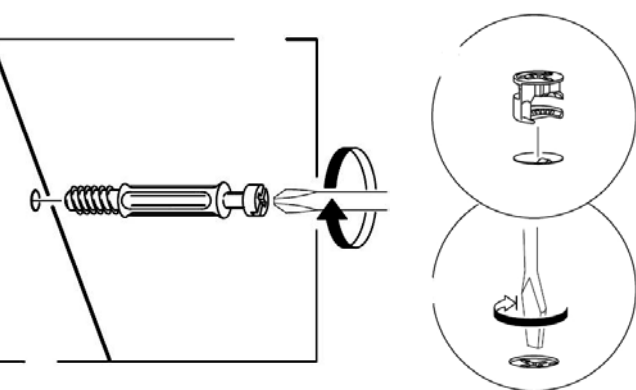
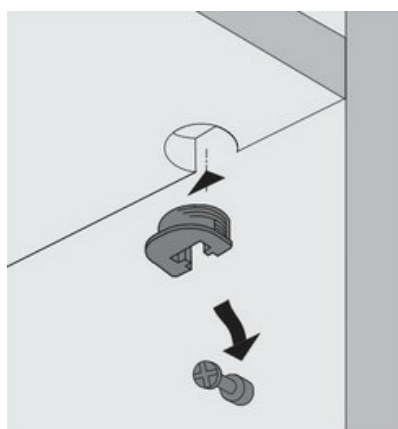

Рис. 1
Рис. 2
1. В верхний щит (23), нижний щит (24), планки цокольные (10), (11) в имеющиеся отверстия установить эксцентрики, таким образом, чтобы стрелка была повернута в сторону отверстия в торце.
В установленные муфты эксцентриковых стяжек на боковых стенках (20), (21), нижнем щите (24) ввернуть дюбели DU 644, в соседние отверстия установить шканты (рис.1).
2. Установить монтажные планки петель на боковые стенки (20) и (21) с помощью комплектных винтов.
3. Установить штки полкодержателей в отверстия на боковых стенках (20), (21) и перегородке (22). На полки (29) установить врезные полкодержатели (рис.2).
5. Установить опоры на боковые стенки (20), (21) и на планку цокольную (11) с помощью шурупов 3,5x13мм.
6. Присоединить к перегородке (22) горизонтальный щит (23) и нижний щит (24) с помощью конфирмат-винтов.
7. К нижнему щиту (24) присоединить цокольные планки (10), (11) так, чтобы дюбели вошли в предназначенные для них отверстия. Затянуть эксцентрики, повернув их на 180 градусов. Закрепить планки между собой конфирмат-винтом.
8. К получившейся конструкции присоединить справа и слева боковые стенки (20) и (21) с помощью эксцентриковых стяжек и конфирмат-винтов. Затянуть эксцентрики, повернув их на 180 градусов.
9. Установить переднюю цокольную планку (9), закрепив ее к боковым стенкам и цокольной планке (11) конфирмат-винтами.
11. Сверху присоединить крышку (25) с помощью винтов М6х25мм.